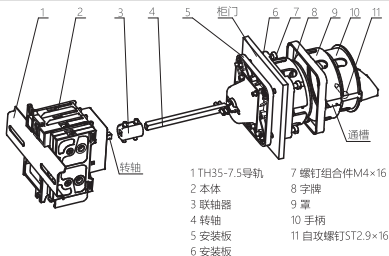

图14 NF1-32(40)/3.0.3.0、NF1-32(40)/3.2.3.0安装示意图
7.2.3 NF1-32(40)/3.0.3.0、NF1-32(40)/3.2.3.0安装方法(见图14)